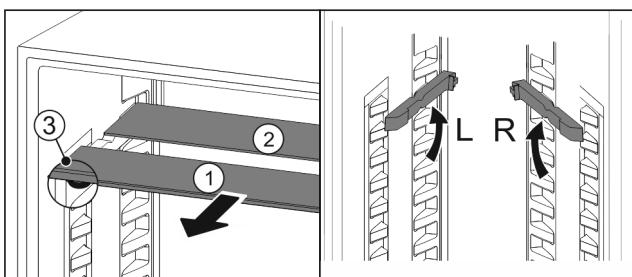

Fig. 37
- Steklene plošče posamično izvlecite Fig. 37 (1) naprej.
- Steklena plošča Fig. 37 (1) z okrasno letvijo je spredaj.
- Zaustavljalniki Fig. 37 (3) so obrnjeni navzdol.